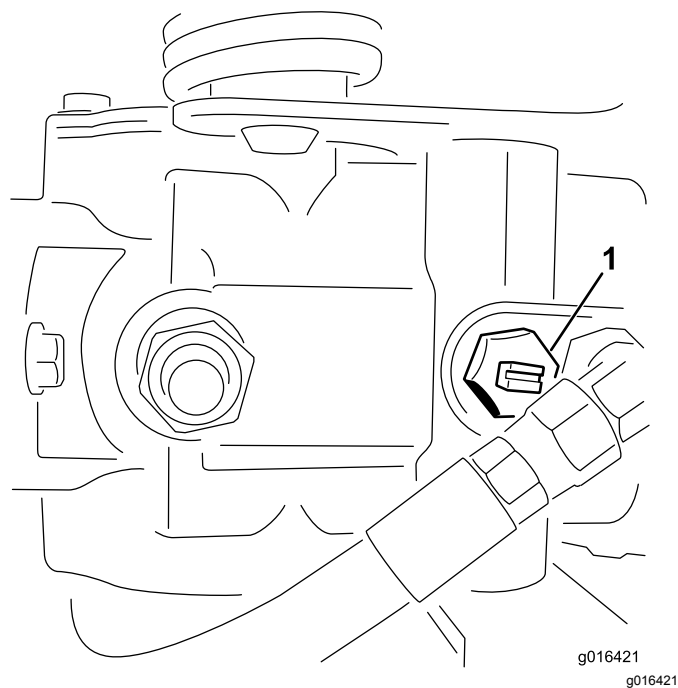

Рисунок 27
1. Найдите перепускной клапан на насосе и поверните его против часовой стрелки на два полных оборота (Рисунок 27).
2. Перед пуском двигателя закройте перепускной клапан, повернув его по часовой стрелке на два полных оборота (Рисунок 27).